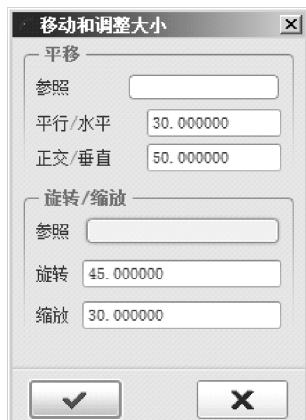
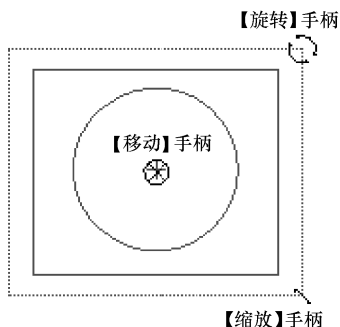
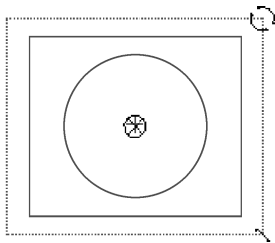

图 3-58 【移动和调整大小】对话框
图 3-59 各种变换手柄
图 3-61 移动、缩放和旋转
选中需要变换的图元后，单击【草绘器工具】工具栏【移动和调整大小】按钮 右侧的 ，在打开的【变换和镜像】工具箱 中单击【移动和调整大小】按钮 ，弹出如图 3-58 所示的【移动和调整大小】对话框，同时将图形区选中的图元以矩形虚线框框住，图中将出现【移动】手柄 、【旋转】手柄 和【缩放】手柄 ，如图 3-59 所示。
(2) 单击【草绘器工具】工具栏【移动和调整大小】按钮  右侧的 ,在打开的【变换和镜像】工具箱  中单击【移动和调整大小】按钮 ,弹出如图 3-58 所示的【移动和调整大小】对话框。同时,图形区的图元如图 3-61 所示。